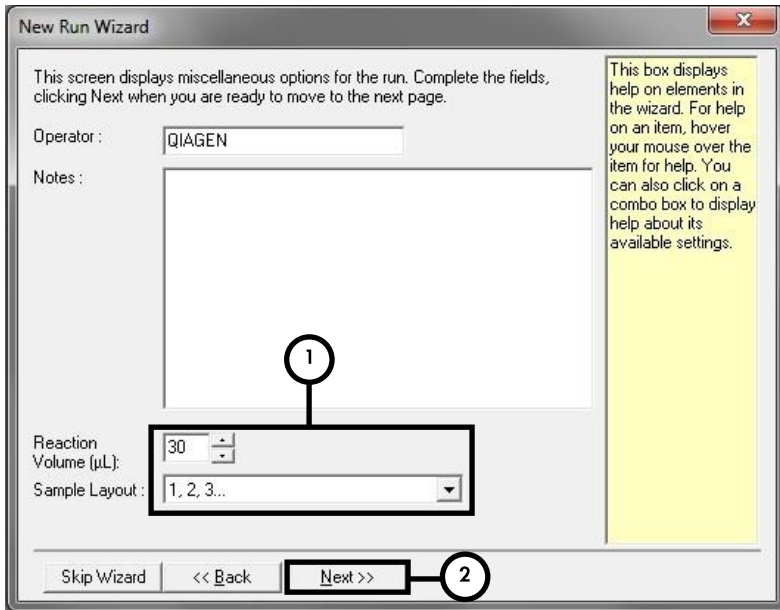

Abbildung 3. Einstellen allgemeiner Assay-Parameter.
8. Wählen Sie die Option **30** für das Volumen der PCR-Reaktion aus und klicken Sie auf die Schaltfläche **Next** (Abbildung 3).